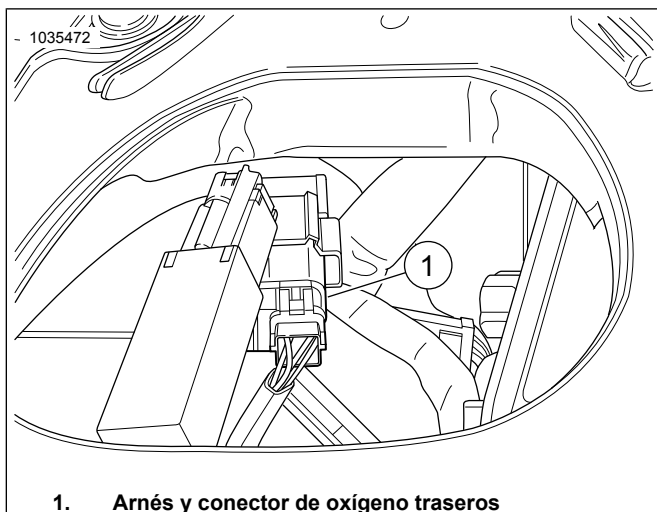

Figura 38. Ubicación del sensor de oxígeno trasero
Ver Figura 38 . Desenchufe los conectores del sensor de oxígeno trasero (1) del arnés principal.
Ver Figura 38 . Coloque el conector negro del arnés hacia el arnés principal. Haga coincidir los colores de los conectores: negro con negro.